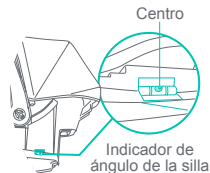

Fig. 51-2
- Si el indicador de ángulo de la silla muestra la burbuja centrada entre las líneas, la silla está instalada en el nivel adecuado de inclinación para ocupantes de 4 a 22 libras. (Fig. 51-2).